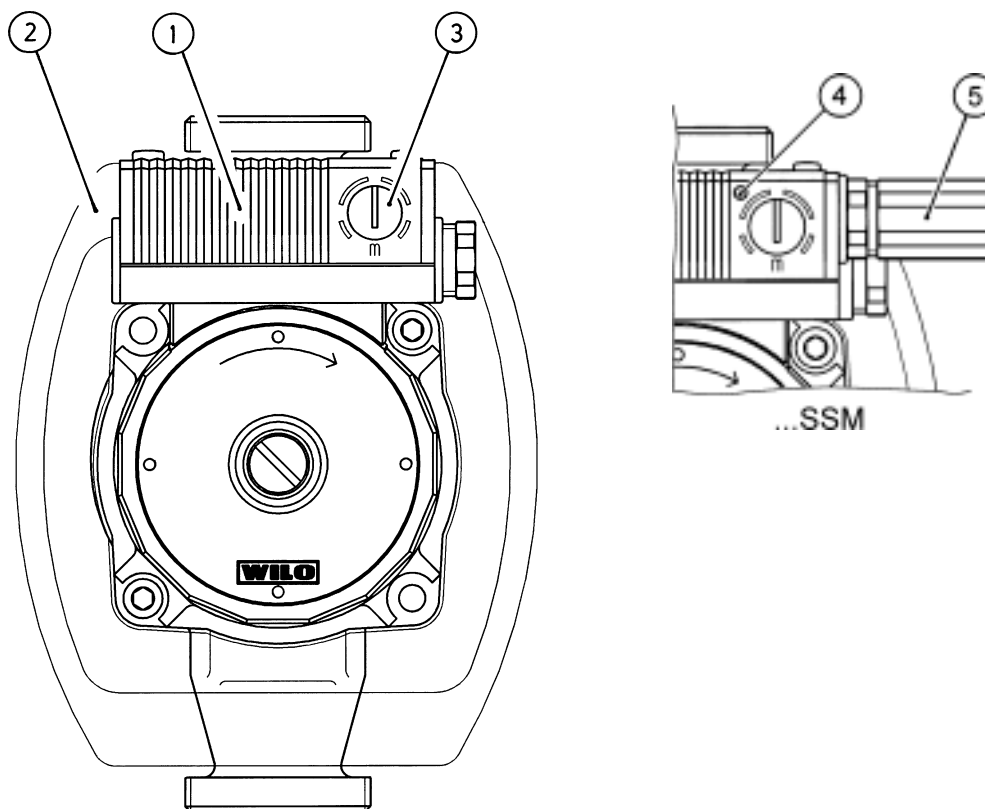

РИС. 1
- Комбинированный индикатор «нормальная работа/сбой» (рис. 1, поз. 4) горит зеленым цветом при нормальной работе. При возникновении неисправности загорается красным.
- SSM: Общий сигнал неисправности (SSM) может быть подключен напрямую с отдельно расположенного центрального поста управления через быстроразъемное соединение (рис. 1, поз. 5)
- Заранее выберите мощность насоса (напор) в соответствии с требованиями с помощью регулятора (рис.1, поз.3).